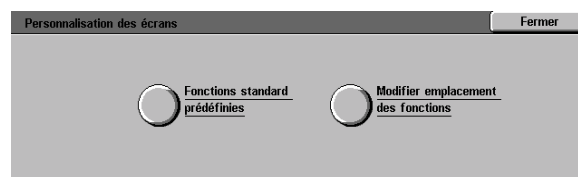

Figure 41 : Écran Personnalisation des écrans
- 1 À partir de l'écran Outils, appuyez sur la touche **Personnalisation des écrans** pour afficher l'écran correspondant (voir la figure 41).